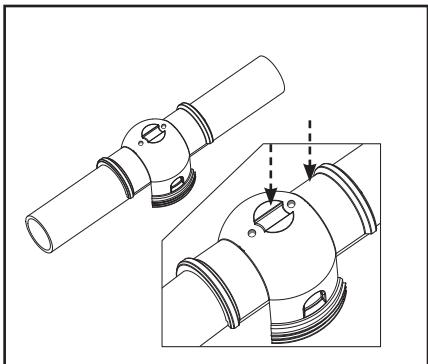

Figura 7. Marcado de tubos para la perforación de agujeros
6. Invertir la abrazadera inferior y coloquela en el tubo. Marque el tubo para perforación de los agujeros alimentadores (ver Figura 7).